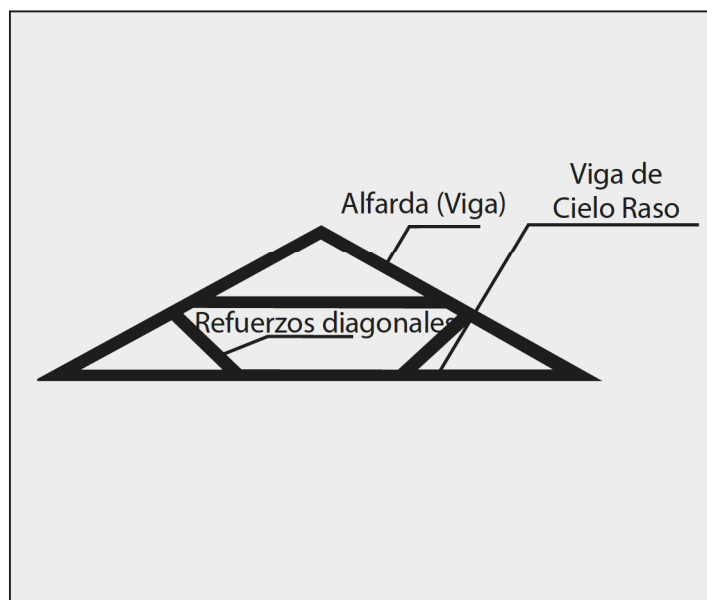

Fig.2. Construcción Convencional de Techos con Refuerzos Diagonales Conectados a las Vigas del Techo.
**ADVERTENCIA NO CORTE ESTE TIPO DE CONSTRUCCIÓN (FIG. 2 Y 3) SIN CONSULTAR CON UN ARQUITECTO O UN INGENIERO ESTRUCTURAL.**